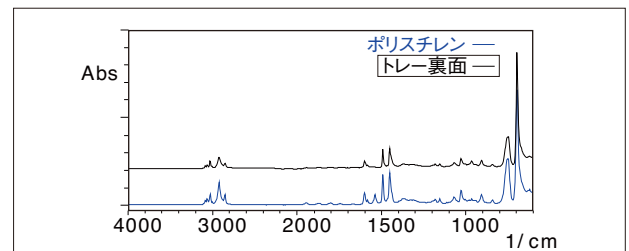

Fig. 3 トレー裏面の赤外スペクトルとポリスチレンのライブラリスペクトルとの比較
この食品トレーは裏面に「PS」と表示があり，ポリスチレン (PS) 製であることが確認できました。さらに，赤外スペクトルからも確認するために1回反射型ATR測定装置で食品トレー裏面を測定しました。測定結果をFig. 3に示します。Fig. 3にはPSのライブラリスペクトルも示しましたが，裏面の赤外スペクトルがPSのライブラリスペクトルとよく一致していることがわかります。